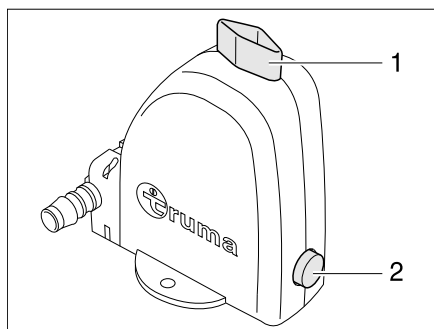

Bild 66 Sicherheits-/Ablassventil des Boilers
Der Boiler ist mit einem Sicherheits-/Ablassventil (Bild 66) ausgestattet. Das Sicherheits-/Ablassventil verhindert, dass das Wasser im Boiler einfriert, wenn bei Frost die Heizung nicht eingeschaltet ist. Das Sicherheits-/Ablassventil ist bei der Heizung oder in den Bodenstauflächen unter dem Tisch verbaut.
- Sicherheits-/Ablassventil schließen. Dazu den Drehknopf (Bild 66,1) quer zum Sicherheits-/Ablassventil drehen und den Druckknopf (Bild 66,2) hineindrücken.
- Sicherheits-/Ablassventil öffnen. Dazu den Drehknopf (Bild 66,1) längs zum Sicherheits-/Ablassventil drehen. Der Druckknopf (Bild 66,2) springt heraus. Der Boiler wird über das Sicherheits-/Ablassventil nach außen entleert.